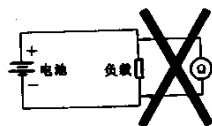

图 1-1-6
(4) 决不能带电测量。测量电阻的欧姆档是由表盒内装干电池供电的，因此在测量电阻时，决不能使电阻带电进行测量，如图 1-1-6 所示。这是因为带电进行测量时，又相当于接入一个外加电压，不但使测量结果无效，而且很容易烧坏表头，这一点必须特别注意。在测量某一机件上的电阻时，首先必须切断被测电路的电源，以确保电阻中没有电流通过，方可进行测量。